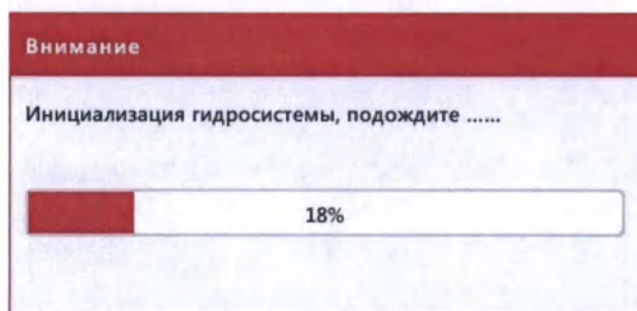

Рис.10.5-17 Информационное окно при инициализации гидросистемы
- 3) Нажмите **«ОК»** для старта процедуры инициализации. На экране появится информационное окно с сообщением **“Инициализация гидросистемы, подождите**” и полосой прогресса, отображающей % выполнения данного этапа (Рис.10.5-17).